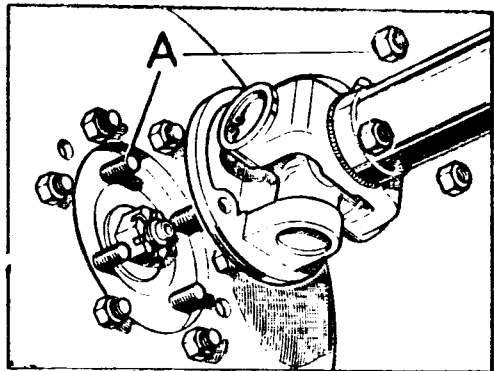

Fig. C1-12 Arbol de transmisión para el eje trasero
- 1.3. Extraer las tuercas, A (Fig. C1-12), del árbol de transmisión trasero y desplazarlo para dejar libre la caja de velocidades.